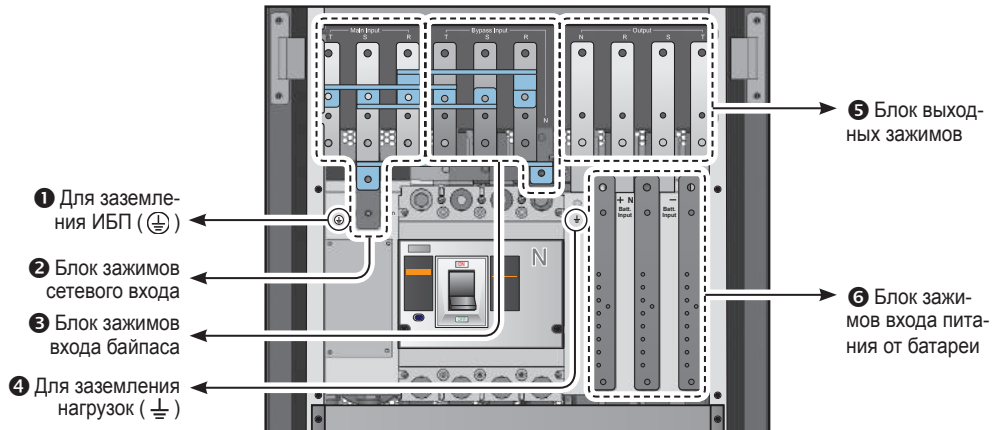

Рис. 5-6. Выводы ИБП
- Если входы и выходы ИБП соединены звездой, то запрещается подключать нулевой проводник ИБП (N) к заземлению (⊕). Для подключений, показанных на **Рис. 5-6, 5-9 и 5-10**, выбрана схема соединения звездой.
- Если у источника электроэнергии имеется перепад напряжения между нулевым проводником (N) и заземлением (⊕), и требуется, чтобы напряжение V_{NG} ИБП равнялось нулю, то между ИБП и источником электроэнергии следует установить разделительный трансформатор, после чего замкнуть проводники «ноль» (N) и «заземление» (⊕) ИБП между собой.
2. Корректная работа ИБП возможна, только если нулевой проводник сети надёжно присоединён к выводу (N) на блоке зажимов сетевого входа.